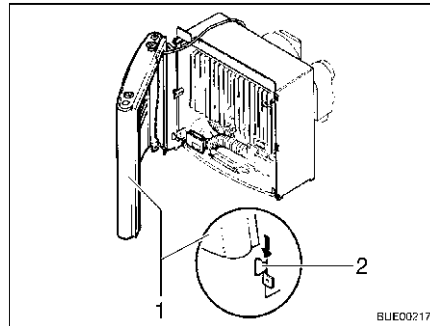

Fig. 126 Revestimiento de la calefacción, orejetas de sujeción
- Montar el revestimiento de la calefacción. Para ello situar el revestimiento (Fig. 126,1) en las orejetas de sujeción inferiores (Fig. 126,2).